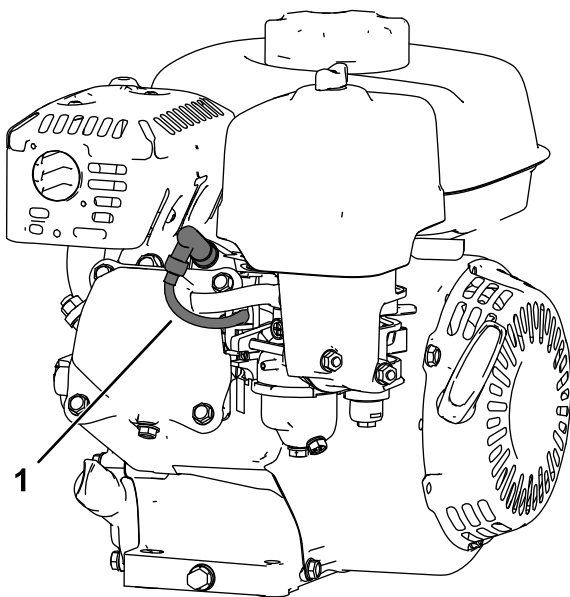

Figura 8
5. Desligue o fio da vela de ignição (Figura 8).